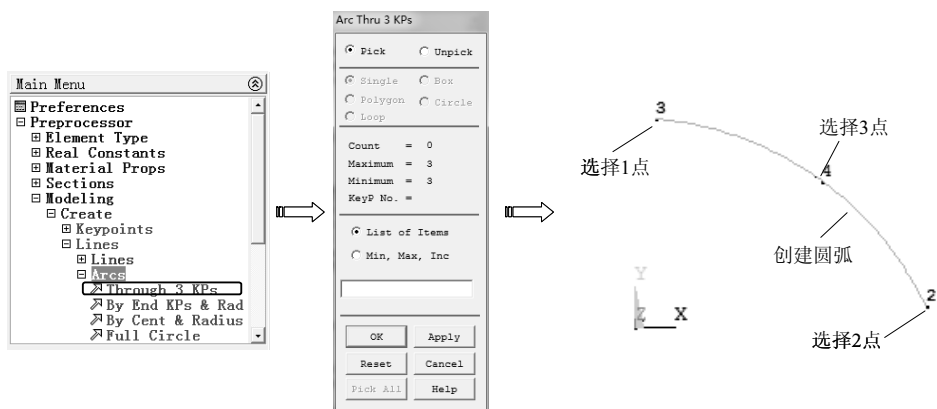

图 2-33 创建圆弧
圆弧创建相关命令集中在“Main Menu>Preprocessor>Modeling>Create>Arcs”下，如图2-33所示。
(1) 通过三个关键点绘制圆弧 选择“Main Menu>Preprocessor>Modeling>Create>Arcs>Through 3 KPs”命令，弹出“Arc Thru 3 KPs”对话框，提示用户用鼠标在图形窗口中单击鼠标左键选中已知的三个关键点，然后单击“OK”按钮创建一条圆弧，如图2-33所示。